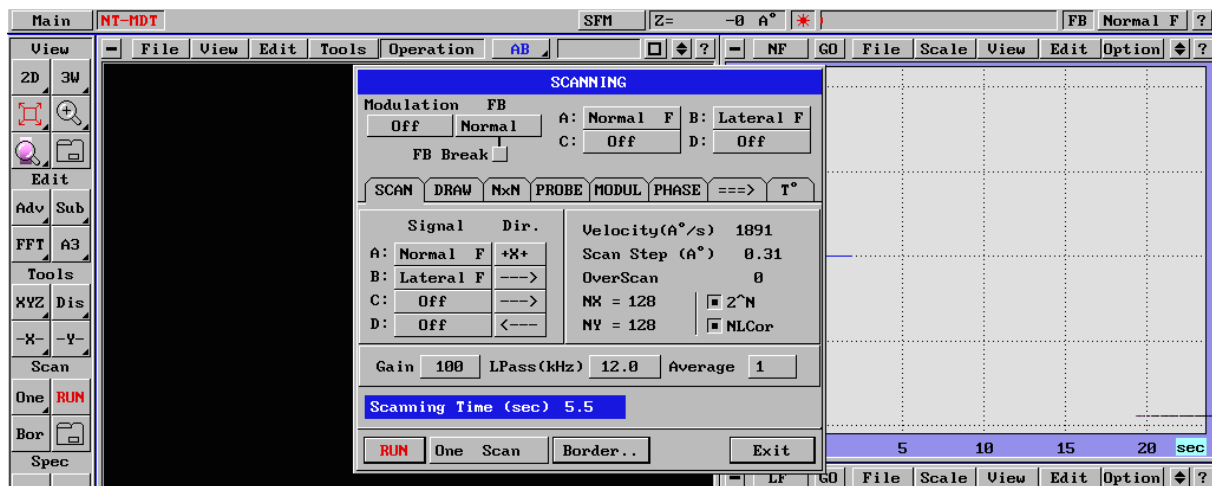

Fig. 181
Velocity = max (Fig. 181)
Step (A) - 0.2-0.5 (Fig. 181)
NX xNY = 128  $\times$  128 (Fig. 181)
NL Corr - on (Fig. 181)
A: Scan dir - +X+ (Fig. 181)
B: Scan dir -  $\rightarrow$  (Fig. 181)
Gain = 100 (Fig. 181)
Average = 1 (Fig. 181)